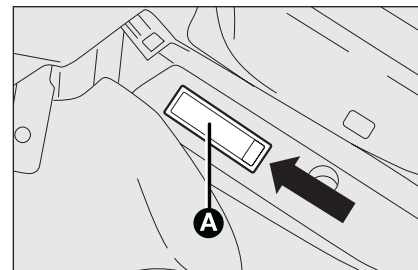

fig. 35
- ☐ à l'aide du tournevis fourni, extraire le plafonnier **A**-fig. 35 en agissant sur le point indiqué par la flèche;